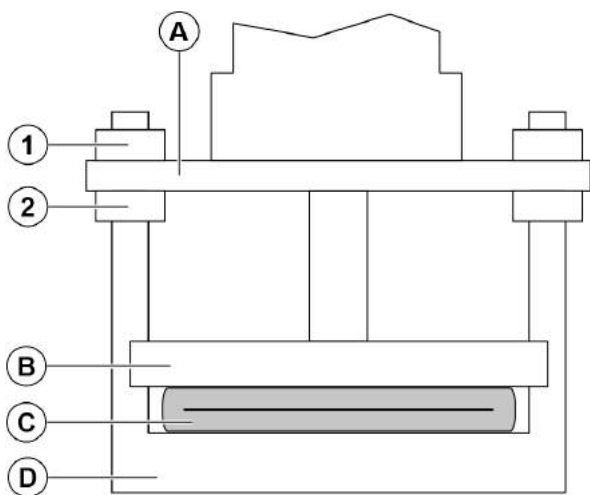

Figura 18.
11. Apriete ambas tuercas (1) por igual, de modo que desaparezca la franja de luz (*Figura 18*). Afloje las tuercas inferiores (2) si es necesario.